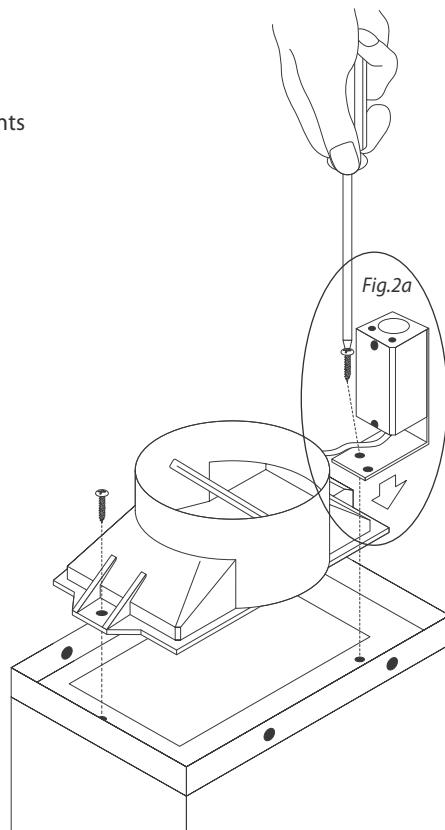

Fig.2 Brancher la pièce conique de sortie sur un conduit d'évacuation relié directement à l'extérieur.
- Brancher la pièce conique de sortie, livrée avec le hotte (diamètre 6"), sur un conduit d'évacuation relié directement à l'extérieur (Fig.2).